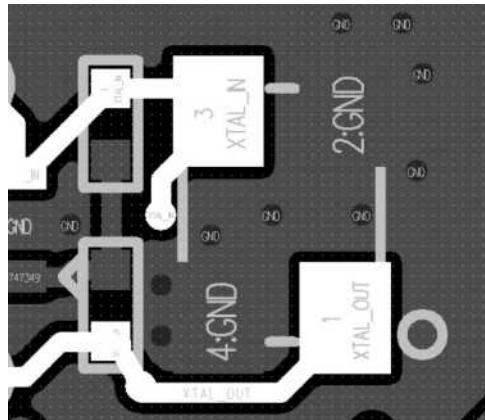

图 15-48 晶振的处理
(9) 晶振本体下方保持完整的地，不要有其他信号走线，晶振管脚要有足够的地过孔进行回流，如图 15-48 所示。